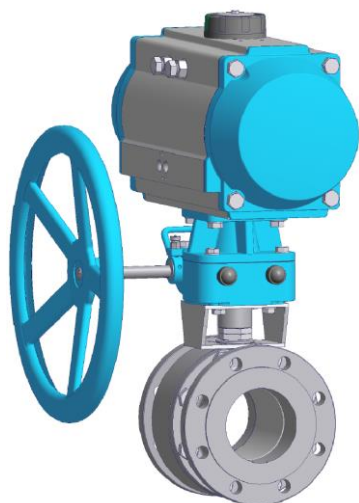

FIG. 1 GEARBOX MOUNTING
- 5.5 Montare il riduttore in direzione perpendicolare alla valvola (vedi fig. 1)
- 5.5 Mount the gearbox in a direction perpendicular to the valve (see fig.1)